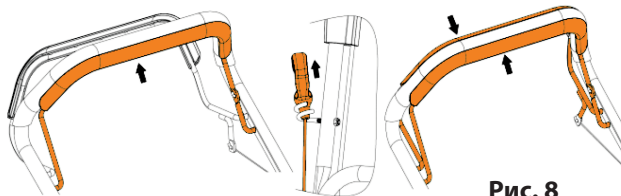

Рис. 8
8. Нажмите и удерживайте скобу включения двигателя 2 (рис. 8)
9. Потяните рукоятку стартера до момента появления сопротивления, затем вытяните тросик на полную длину быстрым движением, двигатель должен запуститься 3 (рис. 8)
12. Нажмите и удерживайте скобу включения привода на колеса для начала движения и кошения 4 (рис. 8)